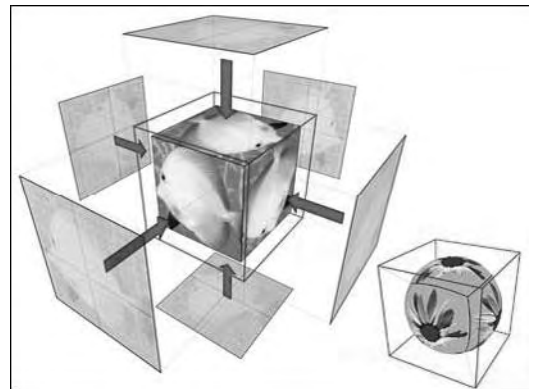
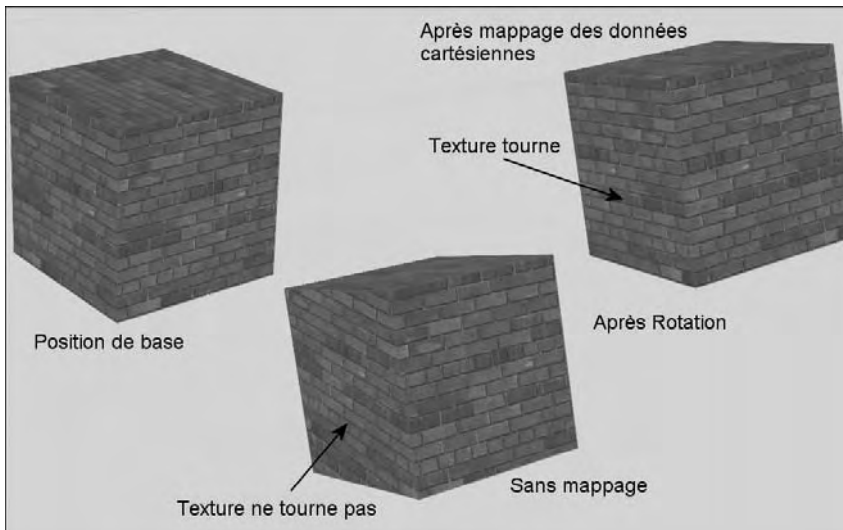

Fig.9.52
Fig.9.53
- **Mappage des données cartésiennes** (Box Mapping) : mappe une image sur un solide de type parallélépipède. L'image est répétée sur chaque côté de l'objet (fig.9.52). Ce type de mappage permet également de supprimer l'effet de rotation des textures lors de la rotation d'un objet (fig.9.53).